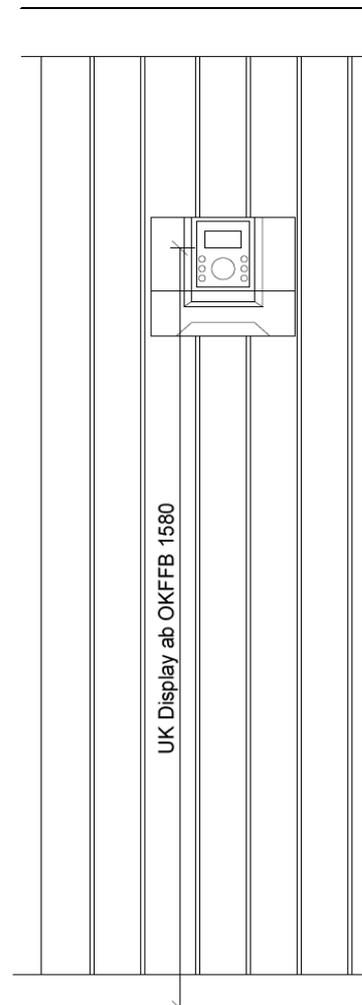

Abbildung 29
- ☞ Die Steuerung auf einer Höhe von 1580 mm (Unterkante Display) auf dem Elektrowandteil montieren (Abbildung 29).